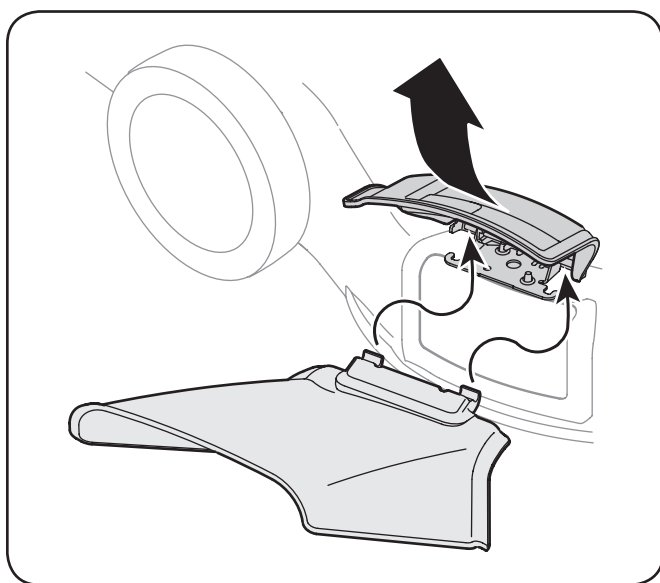

Figura 3-7
2. Deslice los dos ganchos del canal de descarga lateral debajo del pasador en el montaje de la clavija para abono y baje la clavija para abono lateral, Figura 3-7. No extraiga la clavija para abono lateral en cualquier momento, aún cuando no esté abonando.